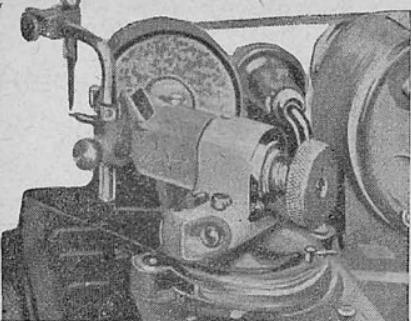

Рис. 3. Проверка зазора шарошки при помощи специального калибра
3. Установить кронштейн для заточки шарошки в патроне, как указано на рис. 3, и отрегулировать поддерживающий пружинный палец так, чтобы он соприкасался с выемкой шарошки у ее большого диаметра. Пружинный палец должен находиться между выемкой шарошки и лобовой поверхностью круга.